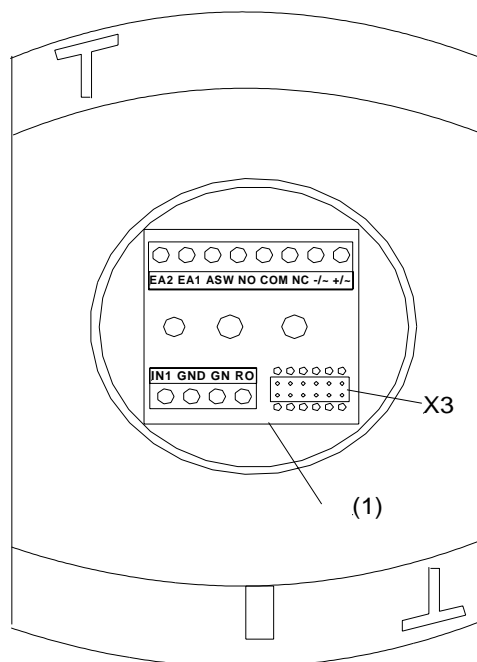

Abbildung 2: Rückansicht mit eingerasteter Anschlußplatine (1)
- Anschlußplatine in das Gehäuse-Unterteil einrasten (siehe: Abbildung 2: Rückansicht mit eingerasteter Anschlußplatine (1)).